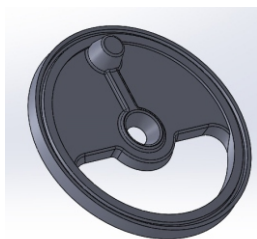

Рис. 8 Лючок подачи вторичного воздуха
**РЕГУЛЯТОР ВТОРИЧНОГО ВОЗДУХА.** Отверстие с регулируемым сечением (с шибером) в загрузочной дверце называется «лючок для подачи вторичного воздуха» (рис. 8). Он необходим для подвода вторичного воздуха, что делает процесс горения более эффективным.